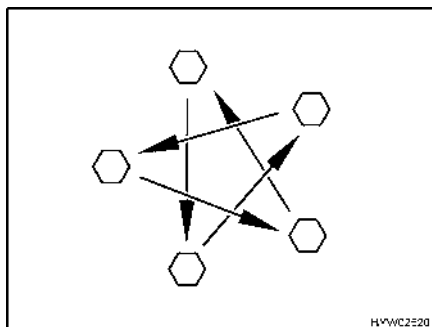

Fig. 177 Serrer en croix les écrous ou les boulons de roue
- Vérifier régulièrement le serrage des écrous ou des boulons de roues. Resserrer alternativement et en croix (Fig. 177) tous les écrous ou les boulons de roue 50 km après le changement d'une roue.
- ▷ Serrer en croix les écrous ou les boulons de roue (Fig. 177). Couple de serrage, voir paragraphe 14.5.2.